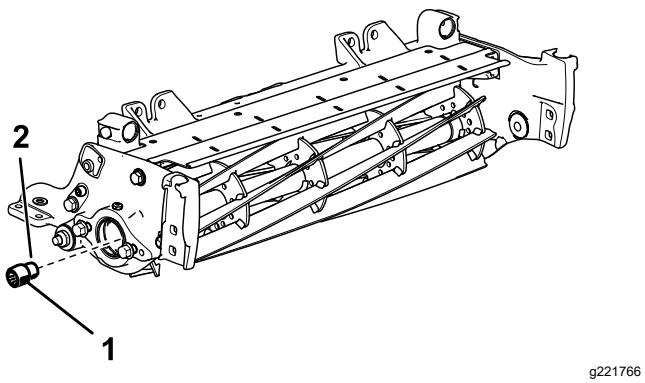

Bild 3
3. Entfernen Sie mit dem Werkzeug für die Spindelantriebswelle (TOR4112 für 12,7-cm-Spindeln und TOR4074 für 17,8-cm-Spindeln) den vorhandenen Keileinsatz von beiden Enden der Spindelantriebswelle. Siehe *Bild 3*.